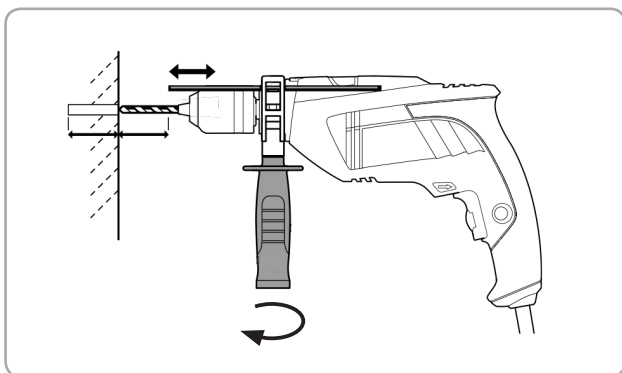

Fig.5
- Trageți limitatorul de adâncime în afara astfel încât distanța dintre punctul de perforare și limitator să aibă adâncimea dorită. Fig 5